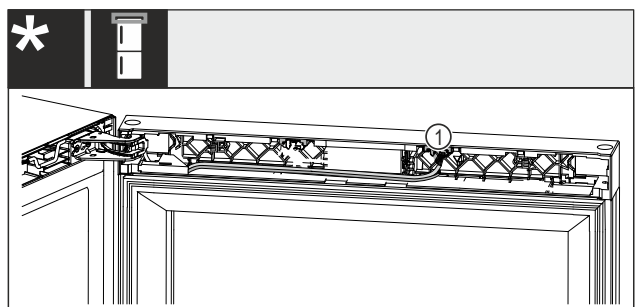

Fig. 19 Комбінації винної шафи та морозильника
- ▶ Витягніть штекер Fig. 19 (1) із гнізда.